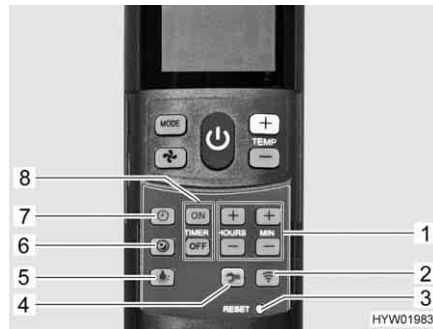

Fig. 148 Mando a distancia con teclas de ajuste (instalación de aire acondicionado)
- Pulsar la tecla Marcha suave (Fig. 148,6). Entonces, el ventilador funcionará a baja velocidad en el funcionamiento de refrigeración y, de esta manera, de modo particularmente silencioso.
- Pulsar la tecla Hora (Fig. 148,7).
- Ajustar las horas y los minutos con las teclas (Fig. 148,1).
- Pulsar la tecla "ON" (Fig. 148,8).
- Pulsar las teclas para el ajuste de la hora (Fig. 148,1) hasta que se haya alcanzado el lapso de tiempo hasta la conexión.
- Pulsar la tecla "OFF" (Fig. 148,8).
- Pulsar las teclas para el ajuste de la hora (Fig. 148,1) hasta que se haya alcanzado el lapso de tiempo hasta la desconexión.
- Volver a pulsar la tecla "ON" o la tecla "OFF" (Fig. 148,8).
- Pulsar la tecla Luz (Fig. 148,5). La iluminación será conectada con el nivel de atenuación ajustado más recientemente.
- Pulsar la tecla Luz (Fig. 148,5) y mantenerla pulsada hasta que se alcance la luminosidad deseada.
- Pulsar la tecla Luz (Fig. 148,5).
- ▷ La tecla Instalación (Fig. 148,4) se usa para conectar el mando a distancia con la instalación de aire acondicionado durante la primera puesta en funcionamiento.